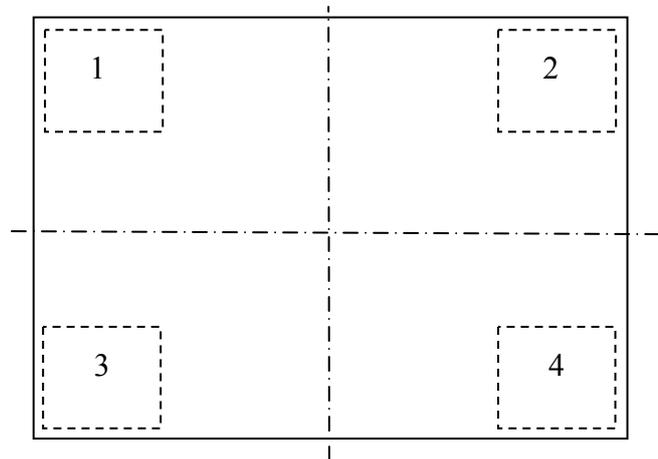

Рис. 6.14 - Места приложения нагрузки при юстировке углов модуля 4D_ (вид сверху)
6.11.10.2.1.3 Разделить визуально платформу модуля на квадранты (см. Рис. 6.14).
6.11.10.2.1.4 Установить гири в угол 1 (см. Рис. 6.14).